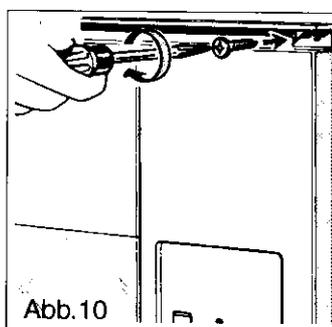

Abb. 10
**Das Gerät vom Netz trennen;** den Schutzschirm aus Glas abschrauben (Abb. 10); Lampe ausschrauben und durch eine Lampe für hohe Temperaturen (300 °C) mit folgenden Merkmalen austauschen: